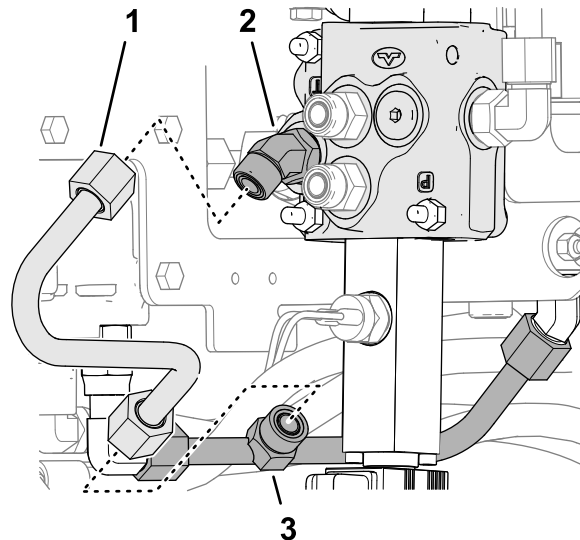

**Figure 19**
2. Fixez légèrement le tube du collecteur sur le raccord à 90° du distributeur de bras de chargeuse et le raccord à 45° (inférieur) dans l'orifice T de la vanne à faible débit (Figure 19).
4. Serrez le raccord à 90° de l'orifice T du distributeur de bras de chargeuse (Figure 19) et le raccord à 45° de l'orifice T du distributeur auxiliaire (Figure 20) à un couple de 79 à 98 N·m.